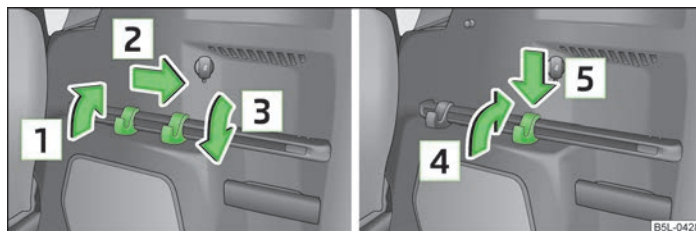

Fig. 57 Portbagajul: Bara de fixare cu cârlige glisante / demontarea cârligelor
Pe ambele părți ale portbagajului se găsește câte o bară de fixare cu câte două cârlige deplasabile, pentru fixarea bagajelor mici, de exemplu, a genților etc. » fig. 57.
- Rabatați cârligul în sensul săgeții » fig. 57 în sus, până la un unghi de circa 45°.
- Rabatați cârligul în sus, în sensul săgeții » fig. 57, până se desprinde.
- Așezați cârligul în poziție verticală pe bara de fixare, în sensul săgeții [5] » fig. 57 și apăsați-l ușor.
- › Rabatați în sus cârligele din bara de fixare, în sensul săgeții **1** » fig. 57 la pagina 64.